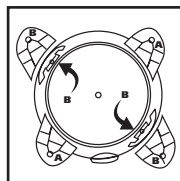

FIGURA 5
4. Tome las bases con las ruedas marcadas con la letra **B** y colóquelas en la parte frontal derecha y en la parte posterior izquierda del depósito que también están marcadas con la letra **B**. **FIGURA 5.**